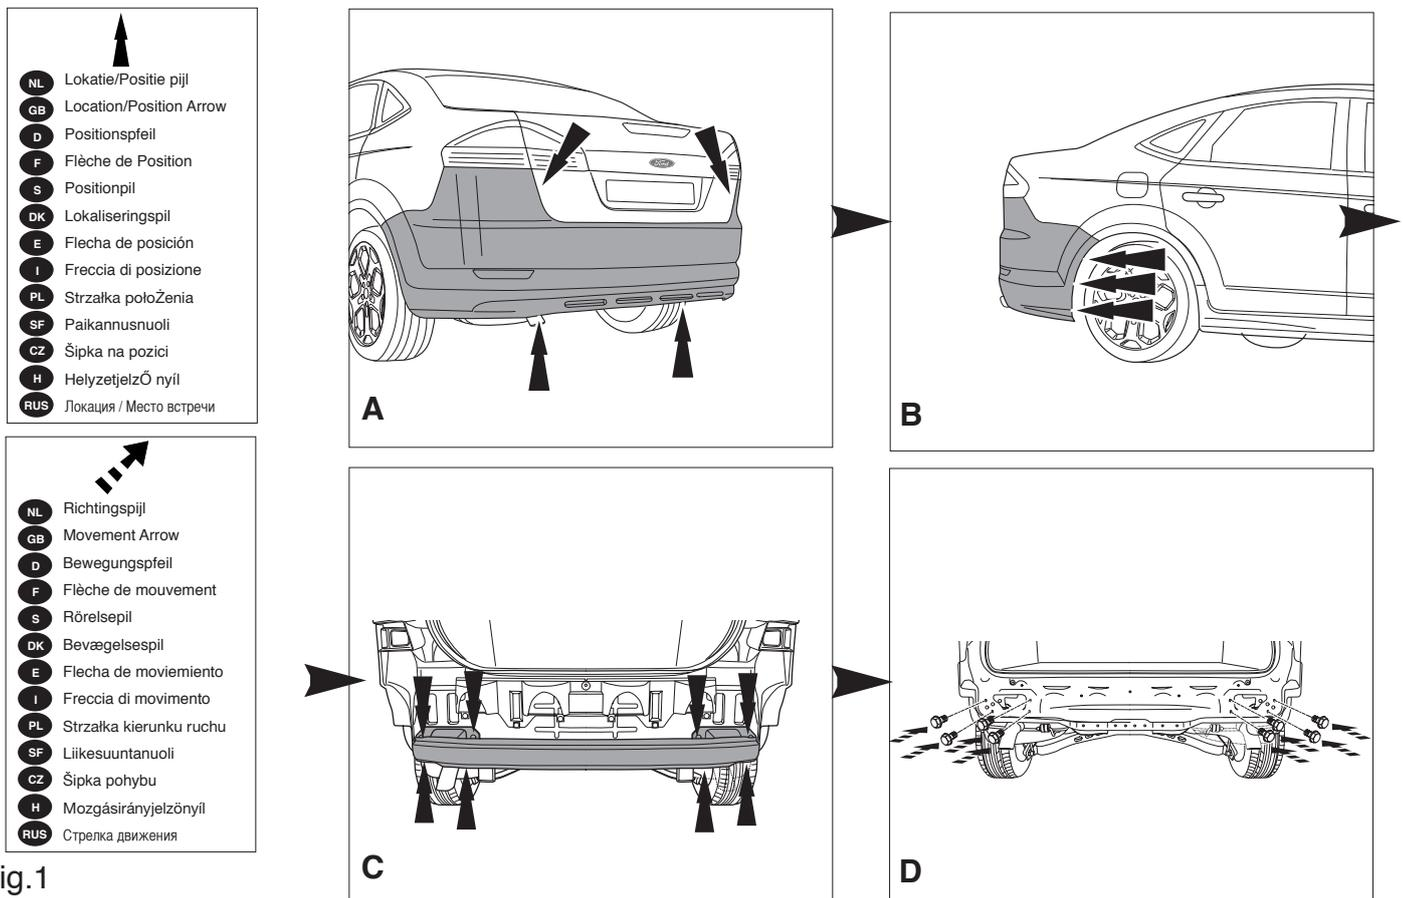

Fig.1
1. Deposer le pare-chocs du véhicule y compris la traverse en acier ; la traverse ne sera plus utilisée. Remettre les boulons de fixations en place. Voir la figure 1.
1. Die Stöbstaenge einschließlich des stähleren Stöbalkens vom Fahrzeug abmontieren. Der Stöbalken wird nicht mehr benötigt. Die Schrauben wieder andringen. Siehe Abbildung 1.
1. Demonter kofangeren, inklusive køretøjets stålstødbjelke. Denne bliver overflødig. Sæt bolte på plads igen. Se fig. 1.
1. Zdemontować z pojazdu zderzak wraz ze stalową belką zderzakową, belka zderzakowa nie będzie ponownie używana. Zderzak ponownie sruby. Patrz rysunek 1.